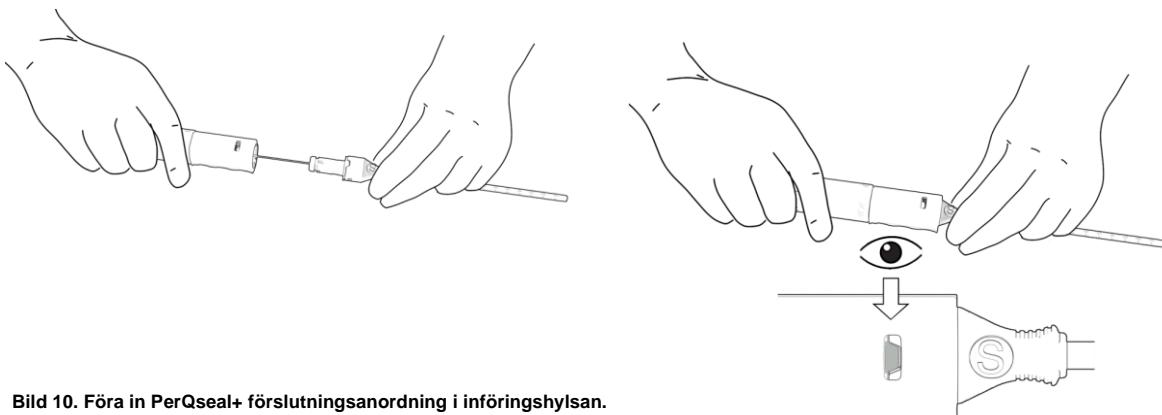

Bild 10. Föra in PerQseal+ förslutningsanordning i införingshylsan.
- c. Håll i införingshylsan med ena handen och i anordningens handtag med den andra och för försiktigt anordningens handtag framåt. Se till att indikatorerna på införingshylsan och handtaget befinner sig i linje med varandra och att laddningskanylen/hylsans fattning läser sig (med ett klickljud) i anordningens handtag. Observera den gröna indikatoren i fönstret. Den bekräftar att handtaget på PerQseal+ förslutningsanordning har lästs. Bild 10.